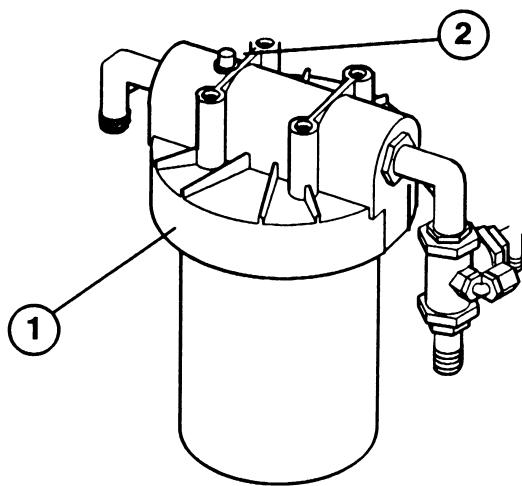

Fig. 9
5. Premere il pulsante di spурго, sulla testa del filtro dell'acqua (Fig. 9), sotto il serbatoio carburante. Tenere premuto il pulsante fin quando tutta l'aria sarà spurgata dal filtro e dall'apertura esce l'acqua.